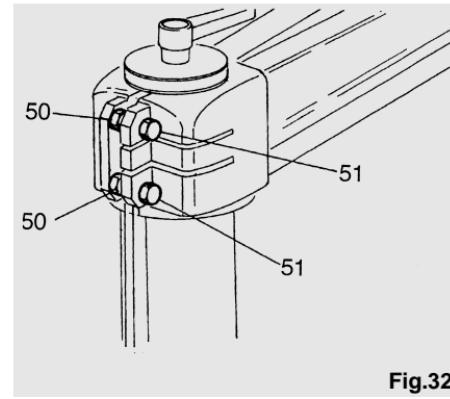

Fig.32
A consecuencia de la continua rotación del brazo puede crearse cierto juego en el acoplamiento. Referirse en este caso a la fig. 32. Aflojar las dos contratuercas interiores (50) y cerrar los dos tornillos (51) hasta alcanzar la eliminación del juego, pero sin crear demasiada fricción que impida luego la rotación. Después de cerrar nuevamente las dos contratuercas (50) controlar que los brazos giren sin dificultad, en caso contrario aflojar ligeramente los dos tornillos (51).